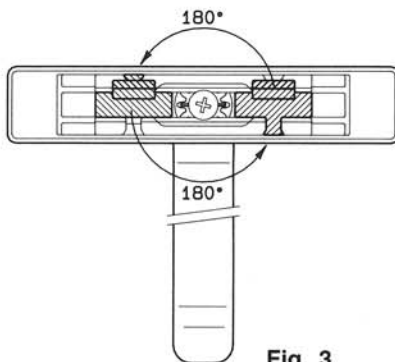
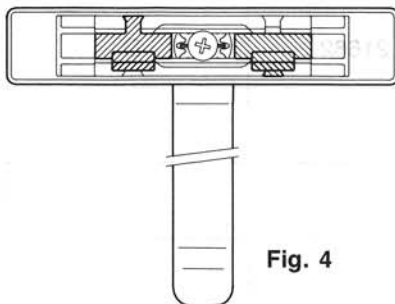

Fig. 3
Fig. 4
- Invertire gli scorrevoli (fig. 3) facendo in modo che risultino posizionati come in fig. 4
- Intervertir les doigts (fig. 3) et les positionner comme le montre la figure 4.
- Invert the sliders (fig. 3) so that they are positioned as shown in fig. 4.
- Invertir las guías de deslizamiento (fig. 3) de manera que pasen a encontrarse en la posición ilustrada por la figura 4.